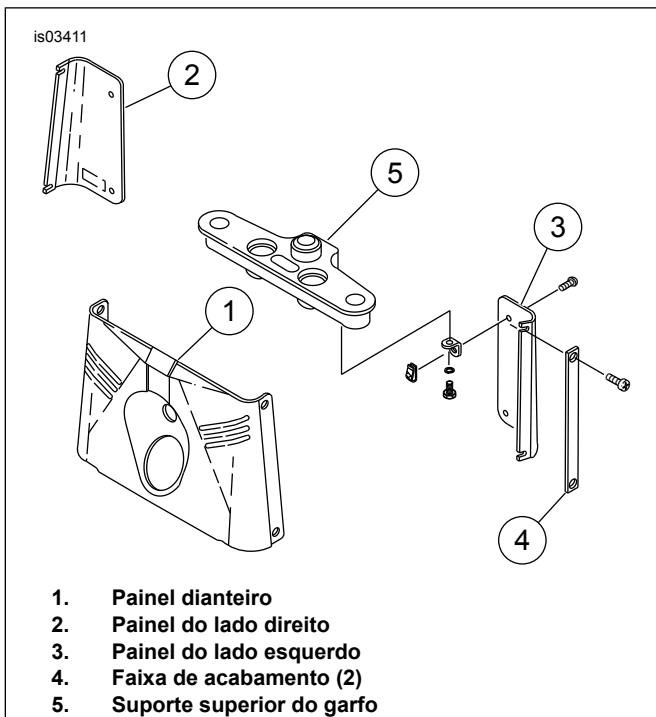

Figura 2. Painéis do garfo dianteiro
8. Veja Figura 2. Depois de remover a estrutura do farol dianteiro, remova os parafusos que prendem as faixas de acabamento (4), os painéis laterais traseiros (2 e 3) e o painel dianteiro (1), e remova os painéis. Quando remover os painéis, remova cuidadosamente o prendedor-guia da linha do freio do painel traseiro direito. **Não** abra a tubulação de freio.